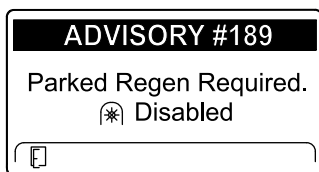

図 54
- 時間以内に駐車再生を行わないと、インフォセンターに駐車再生要求が表示され、PTO が無効化され、アドバイス No.189 が表示されます 図 54。